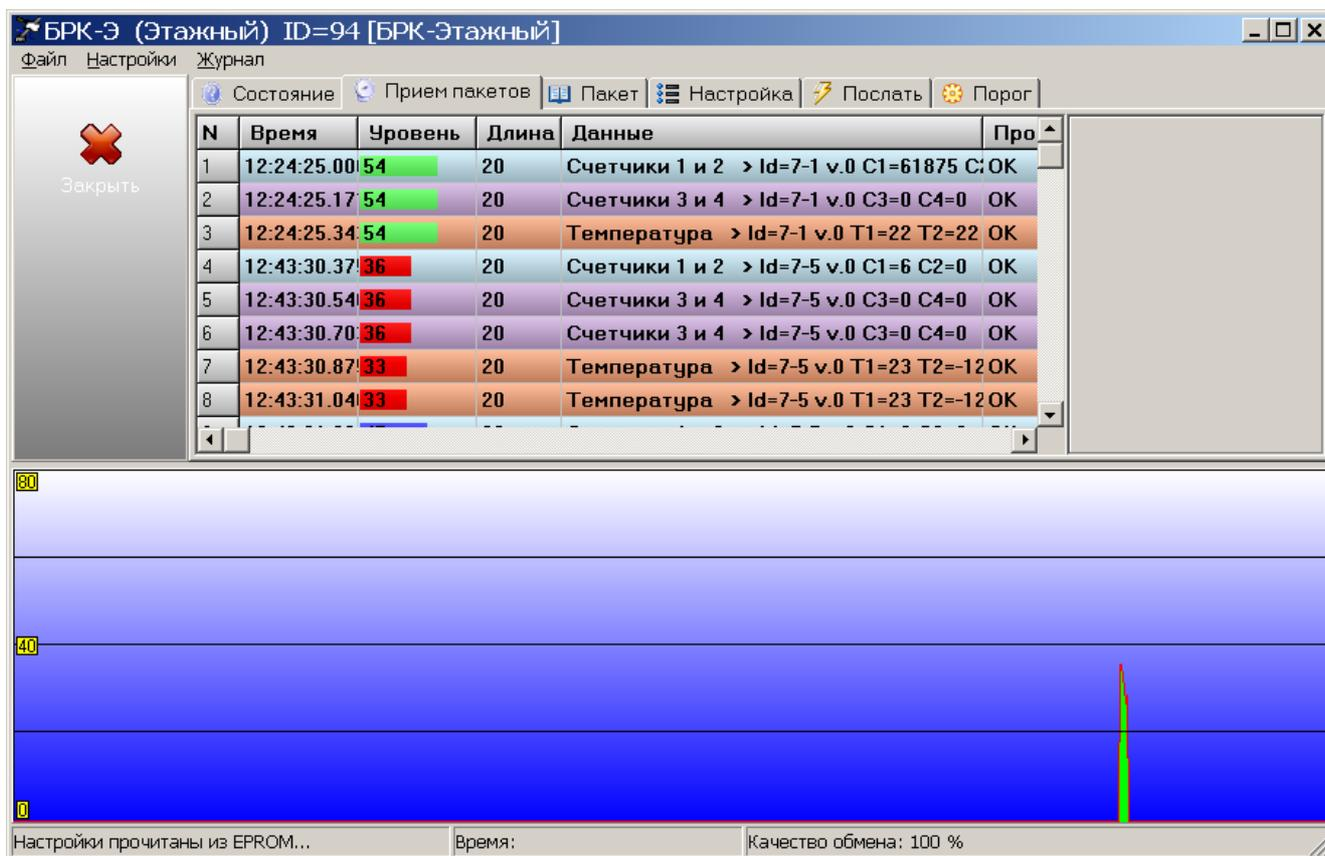

Рисунок 22
2) Выбрать требуемый БРК-Э и в основном окне выполнить команду «Тест», выбрать «Прием пакетов» и проверить наличие приема радиопакетов БРК-К (рисунок 22). Информация о принятых блоком БРК-Э радиопакетах представлена в виде таблицы: